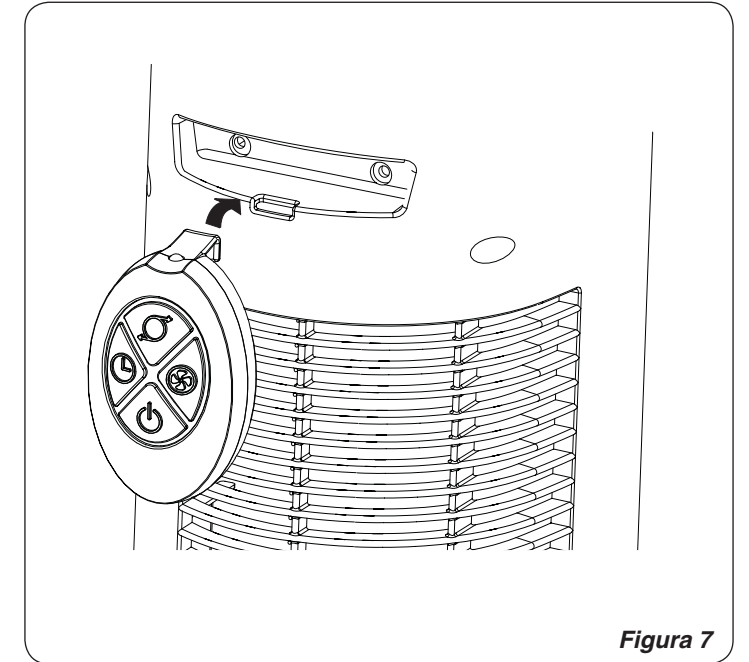

Figura 7
4. El gancho del mando a distancia se localiza en la espalda de Ventilador. (**Figura 7**)